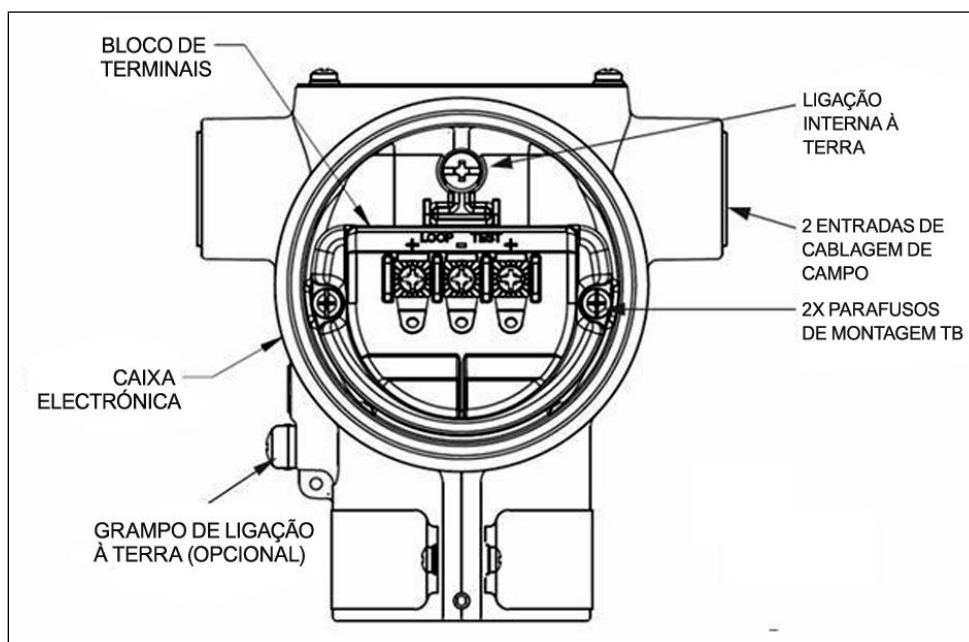

Figura 14 – Placa de terminais de 3 parafusos do Transmissor e parafuso de ligação à terra
A cablagem de loop é ligada ao Transmissor, bastando ligar os fios de loop positivo (+) e negativo (–) aos terminais positivo (+) e negativo (–) no bloco de terminais do Transmissor na Caixa electrónica mostrado na Figura 14.
Conforme mostrado na Figura 14, cada Transmissor inclui um terminal interno para ligá-lo à terra. Opcionalmente, também pode ser adicionado um terminal de terra na parte exterior da Caixa eletrônica. Embora não seja necessário ligar o Transmissor à terra para um funcionamento correcto, fazê-lo tende a minimizar os possíveis efeitos de ruído no sinal de saída e proporciona protecção contra descargas eléctricas atmosféricas e estáticas. Pode ser instalado um bloco de terminais opcional contra descargas eléctricas atmosféricas em vez do bloco de terminais sem protecção contra descargas eléctricas atmosféricas em Transmissores que vão ser instalados numa zona altamente susceptível a quebras de energia devido a descargas eléctricas atmosféricas.
1. Consulte a Figura 14 acima para obter a localização das peças. Desaperte o bloqueio da tampa terminal com uma chave Allen de 1,5 mm.
Se o seu Transmissor incluir a protecção opcional contra descargas eléctricas atmosféricas, ligue um cabo a partir do Grampo de ligação à terra (consulte a Figura 14) à Ligação à terra para tornar a protecção eficaz. Utilize um cabo de tamanho 8 AWG (ou 8,37 mm²) sem revestimento ou com revestimento verde para esta ligação.